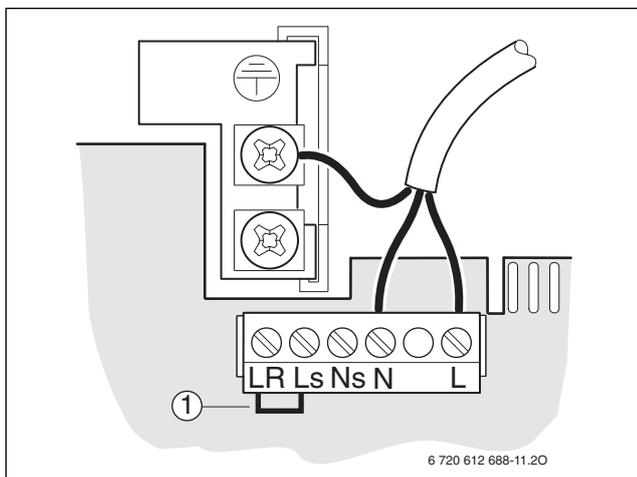

Fig. 38
I termostati o cronotermostati di tipo ON-OFF devono essere collegati ai morsetti LR/LS, → fig. 38. In questi casi, è necessario eliminare il ponticello (pos. 1) di serie.